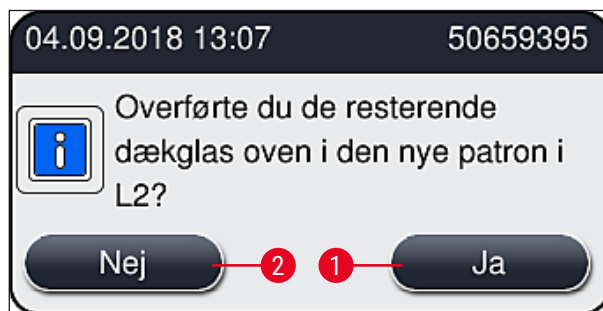

Fig. 63
8. Når kappen lukkes, bliver brugeren spurgt, om de resterende dæglas er blevet sat i den nye dæglaskassette (→ Fig. 63). Hvis det er tilfældet, bekræftes meddelelsen med **Ja** (→ Fig. 63-1). Hvis der ikke er blevet isat dæglas, vælges **Nej** (→ Fig. 63-2).